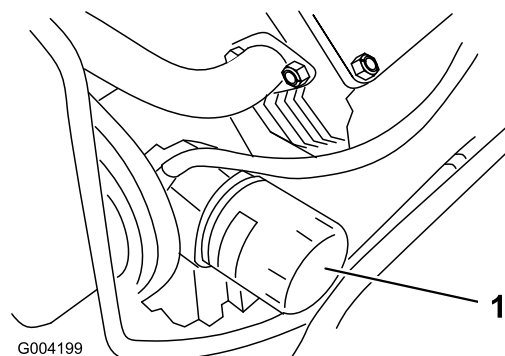

Рисунок 34
3. Извлеките старый фильтр (Рисунок 34) и протрите поверхность прокладки адаптера фильтра.